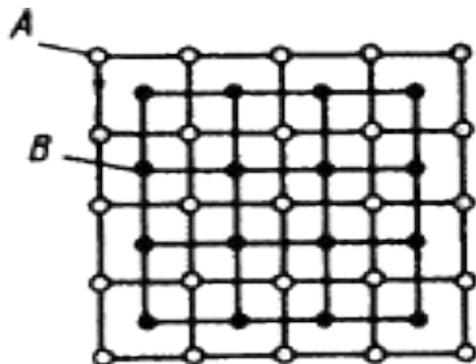

Рис. 4.2. Кристаллическая решетка химического соединения
2. Образуется специфическая, отличающаяся от решеток элементов, составляющих химическое соединение, кристаллическая решетка с правильным упорядоченным расположением атомов (рис. 4.2)